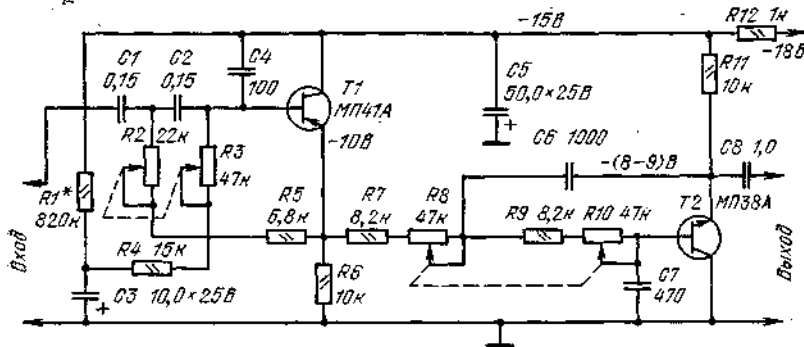
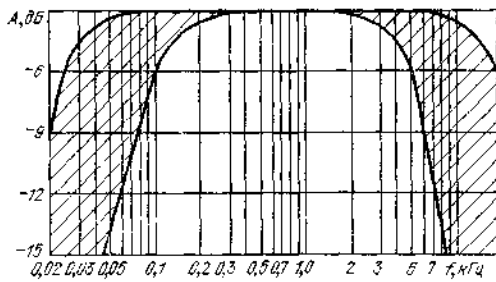

Рис. 87
Рис. 88
**Активный фильтр нижних и верхних частот.** На рис. 87 показана принципиальная схема еще одного варианта фильтра для прослушивания грампластинок с различной степенью изношенности при значительном ослаблении рокота. Но здесь установка границ полосы пропускания не фиксированная, а плавная. Осуществляется она с помощью двоянных переменных резисторов  $R2R3$  и  $R8R10$ . На рис. 88 представлена АЧХ фильтра, которая показывает, что в области средних частот фильтр дает постоянное ослабление сигнала на 3 дБ (примерно в полтора раза по напряжению). Границы полосы пропускания на уровне минус 3 дБ от уровня средних частот можно смещать от 25 до 100 Гц на низших частотах и от 5 до 20 кГц на высших.